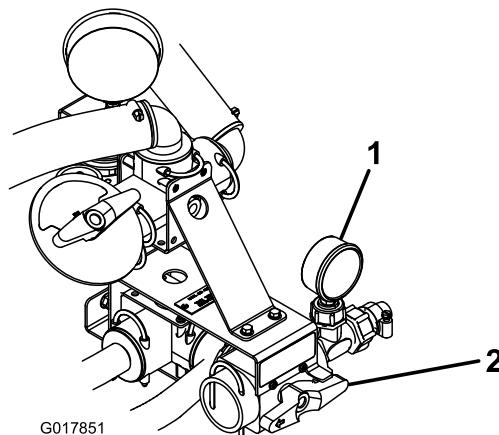

Figura 19
3. Rode o manípulo vermelho na face da válvula de controlo para a posição de pulverização manual (Figura 19).
Nota: Utilize o indicador de pressão para a direita da válvula de controlo rodando o manípulo vermelho para alcançar a quantidade de pressão desejada no pulverizador manual (Figura 19).
2. Rode o manípulo vermelho na face da válvula de controlo para a posição de pulverização da rampa (Figura 19).